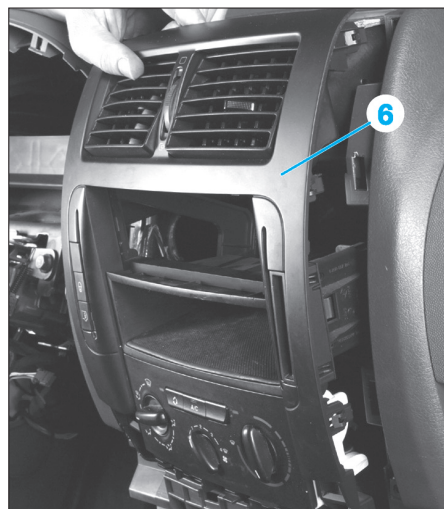

Fig. 19
- Dégrafer l'ensemble de la façade centrale (6) (Fig.19).